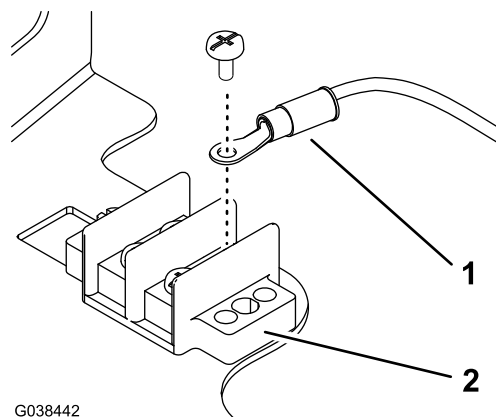

図 12
2. ワイヤハーネスのリング端子をアースブロックに接続する 図 12。